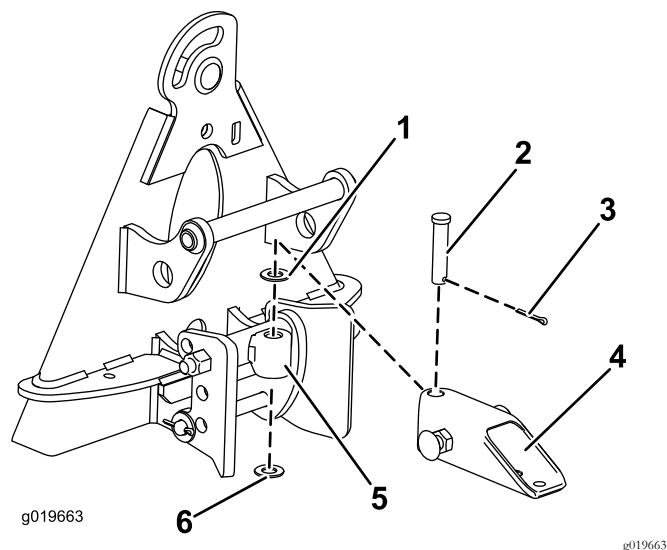

图3
- 使用 1 个柱销、2 个垫圈和 1 个开口销将挂钩管总成固定到挂钩组件上 图3。